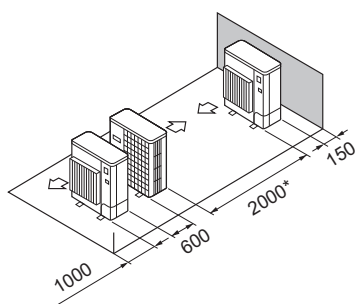

Fig. 2-17
- (5) Uppställning med en enstaka parallell enhet (Fig. 2-17)